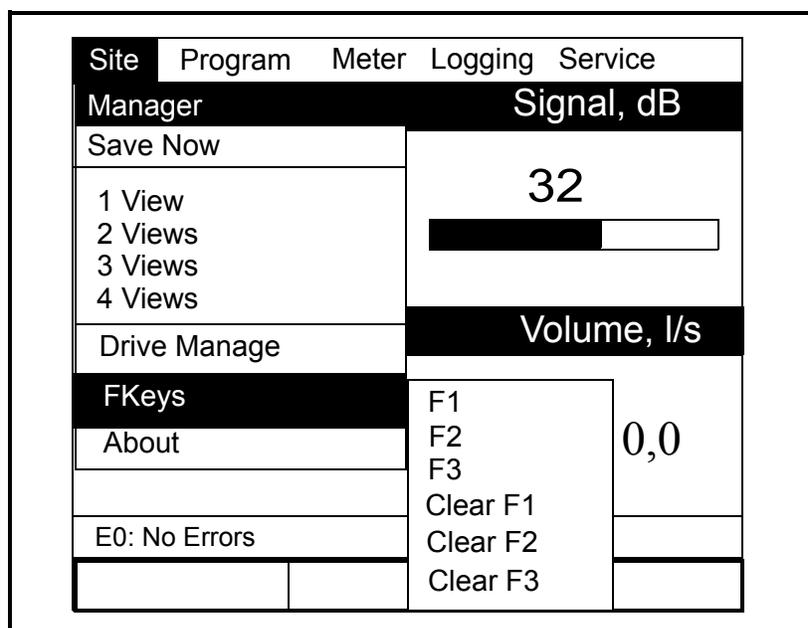

Рис. 3-8. Меню FKeys (Функциональные клавиши)
3. С помощью кнопок со стрелками [▼] и [▲] выберите опцию *FKeys* (Функциональные клавиши) и нажмите [ENTER] (ВВОД). Появится окно, аналогичное показанному на рис. 3-8 ниже.
3. С помощью кнопок со стрелками [▼] и [▲] выберите опцию *FKeys* (Функциональные клавиши) и нажмите [ENTER] (ВВОД). Появится окно, подобное показанному на Рис. 3-8 на стр. 3-9.